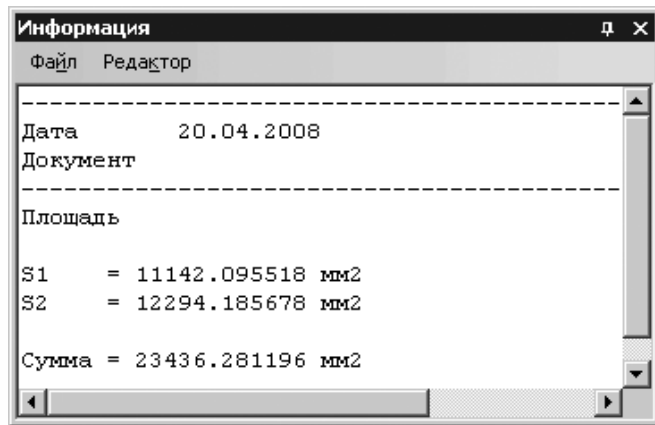

Рис. 8.48. Измерение площади эскиза крышки без отверстий
- щелкните мышью с другой стороны осевой линии для отверстий в крышке. В окне сообщений **Информация** появится площадь  $S2$  эскиза – внутренняя его часть между внешней окружностью, осевой окружностью и отверстиями. Эта площадь выделится красным цветом, а красный цвет с прежней площадью исчезнет. Это состояние показано на рис. 8.48.